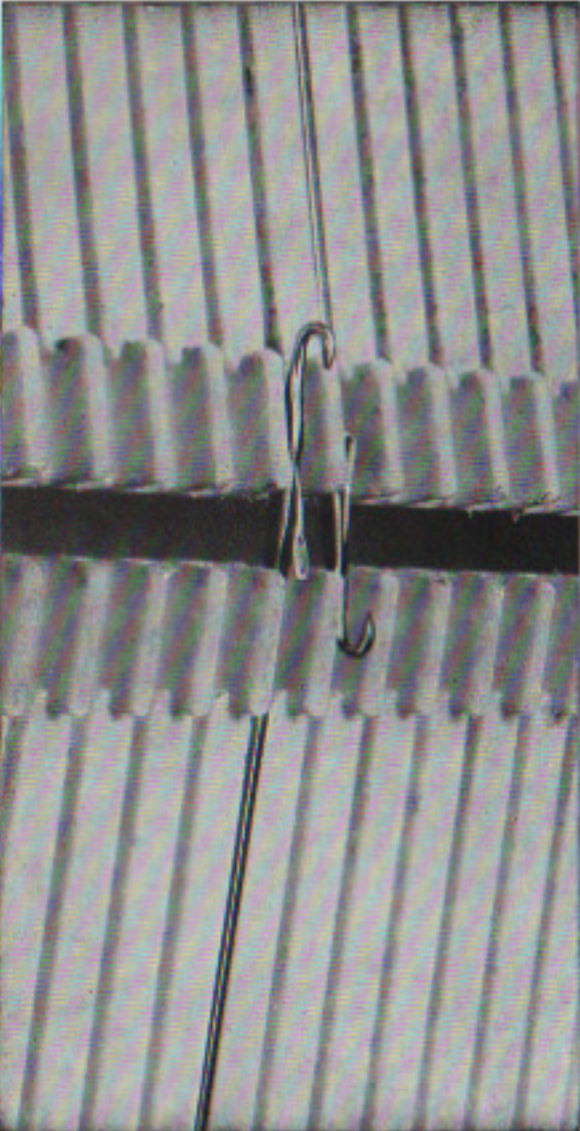

Fig. 12. — AIGILLES EN POSITION
- **Aligner les aiguilles** en position de travail (voir fig. 12), en poussant leurs talons à l'aide du côté plat de la règlette jacquard ou du peigne.